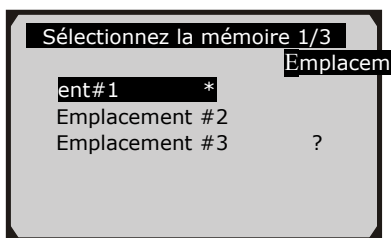

Figure 5.22
- 5) Utilisez le bouton de navigation **HAUT/BAS** pour sélectionner un emplacement de la mémoire et appuyez sur le bouton **OK**.(Figure 5.22)